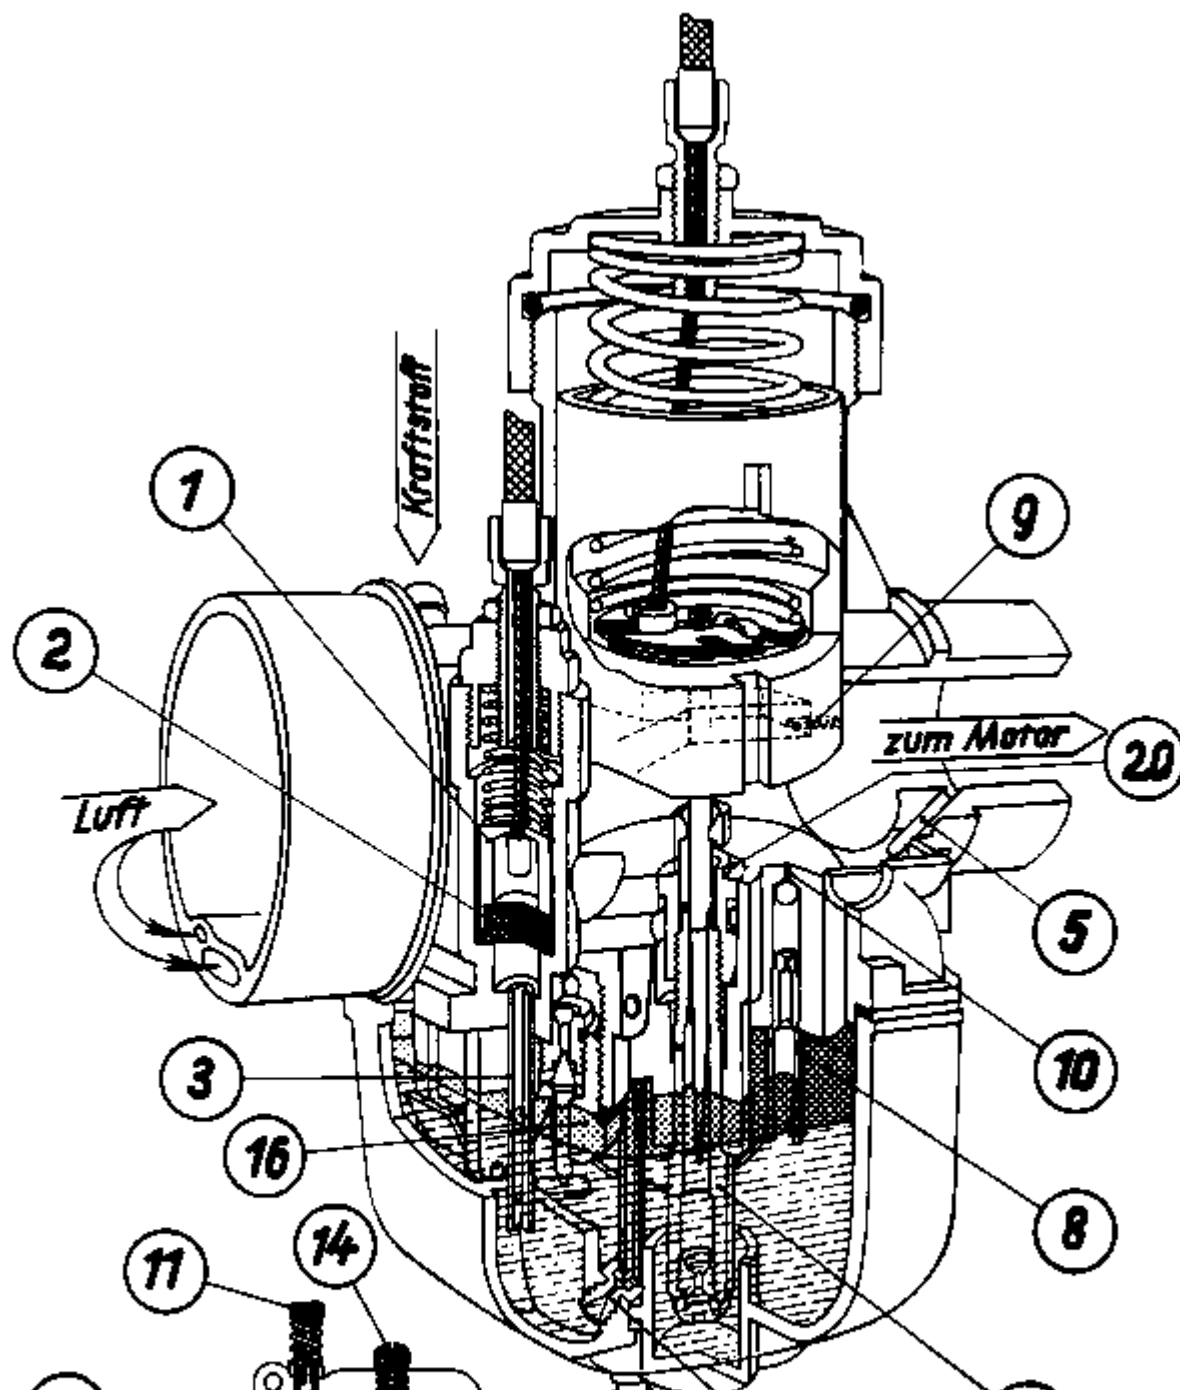

Bild 175. Vergaser BVF 30 N 2-4 (Startvergaser) im Schnitt
Durch das Schwimmerventil (16 im Bild 175) fließt der Kraftstoff in das Schwimmergehäuse. Hat der Kraftstoffspiegel eine bestimmte Höhe erreicht (Kraftstoffniveau), dann wird das Schwimmernadelventil durch eine Blechnase (17) Bild 180, die sich an der Halterung der Schwimmer befindet, geschlossen.